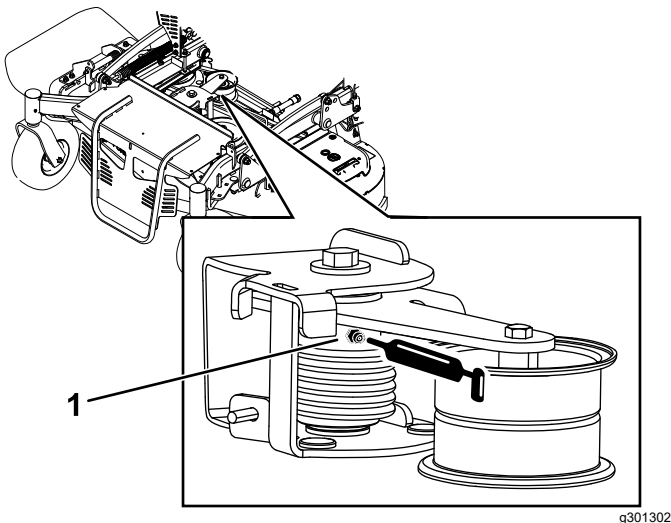

Figure 35
2. Graissez les graisseurs de la poulie folle de torsion sur le tablier de coupe avec de la graisse pour haute température aux emplacements indiqués à la Figure 35.